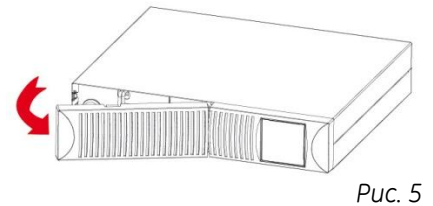

Рис. 5
5. Снимите переднюю панель (Рис. 5).